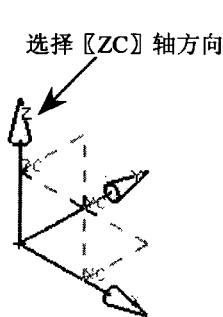
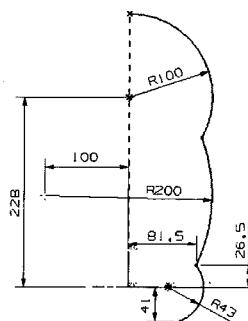

图 2-3 选择【ZC】轴方向
图 2-4 绘制草图轮廓
(1) 打开 UG NX5 软件，在【标准】工具条中单击【新建】按钮，弹出【文件新建】对话框，接着在【名称】文本框中输入“xmkt”，并单击按钮进入建模主界面。
(2) 绘制草图轮廓。在【特征】工具条中单击【草图】按钮，弹出【创建草图】对话框。接着在【平面选项】下拉列表中选择【创建平面】选项，并在【指定平面】下拉列表中选择【XC-ZC】选项，然后在【参考】下拉列表中选择【竖直】选项，再选择【ZC】轴方向，如图 2-3 所示。最后单击按钮进入二维草图界面并绘制草图轮廓，如图 2-4 所示。